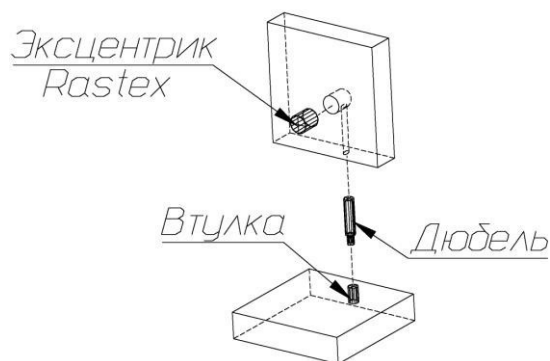

Рис. 1
1. В боковые стенки (63), (64), горизонтальные щиты (66), заднюю стенку (67) в имеющиеся отверстия установить эксцентрики, таким образом, чтобы стрелка была повернута в сторону отверстия в торце.
2. В установленные муфты эксцентриковых стяжек на боковых стенках (63), (64), верхнем щите (62), нижнем щите (61), перегородках (65) ввернуть дюбели, в соседние отверстия установить шканты (рис.1). Установить шканты в отверстия на пласти горизонтальных щитов (66).
3. Установить монтажные планки петель на боковые стенки (63), (64) с помощью комплектных винтов.
4. Установить полкодержатели на боковые стенки (63), (64) и перегородки (65).
6. Установить подпятники-гвозди на нижний щит (61).